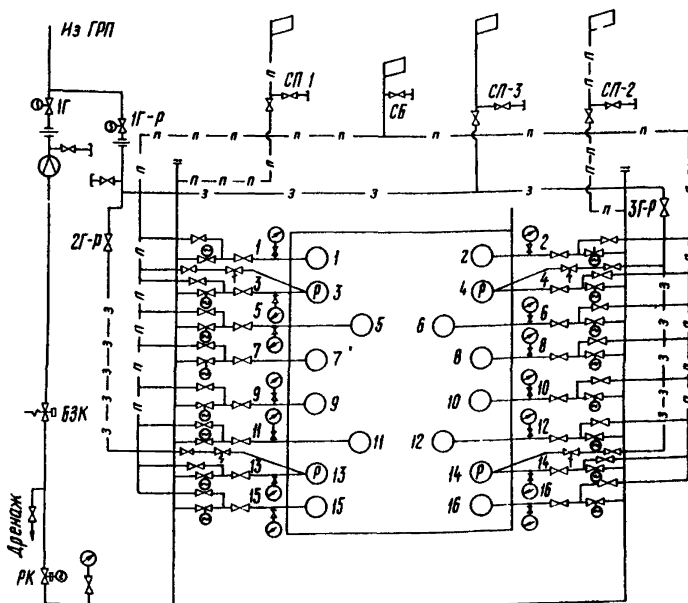

Рис. 2. Схема газопроводов:
1. I. 18. Соберите схему газопроводов котла (рис.2), для